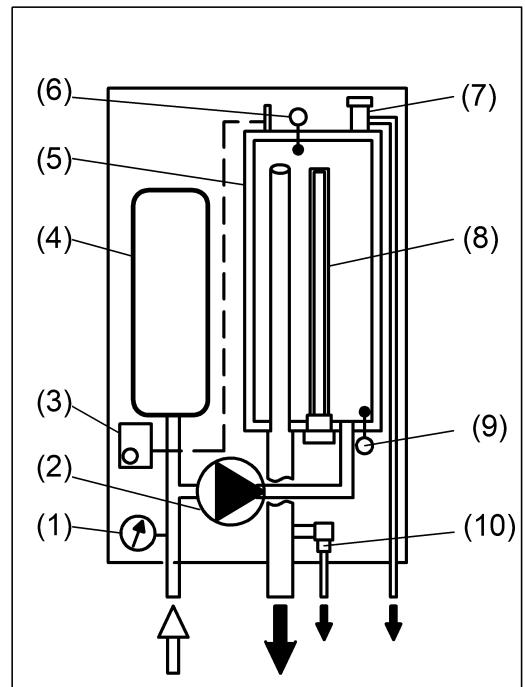

Рисунок 1. Принципиальная схема котла
5.2 Основные элементы котла (см. рис. 1): манометр (1), циркуляционный насос (2), терморегулятор (3), расширительный бак (экспанзомат) (4), теплообменник (5), аварийный самовозвратный термовыключатель (6), автоматический воздухоотводчик (7), ТЭНЫ (8), реле минимального давления (9), предохранительный клапан (10).